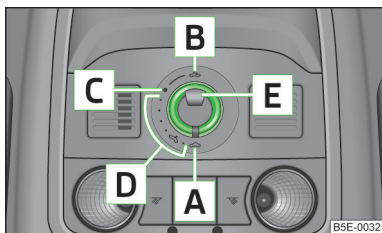

Abb. 25
- Wurde die Batterie abgeklemmt und wieder angeklemmt, kann es passieren, dass das Schiebe-/Ausstelldach außer Funktion ist. Dann den Drehschalter in die Schalterstellung **A** » Abb. 25 auf Seite 45 stellen, ziehen und an der Aussparung nach unten und vorn festhalten. Nach etwa 10 Sekunden geht das Schiebe-/Ausstelldach auf und wieder zu. Erst danach den Drehschalter wieder loslassen.
› Den Schalter in Stellung **C** » Abb. 25 drehen.
- › Den Schalter in Stellung **A** » Abb. 25 drehen.